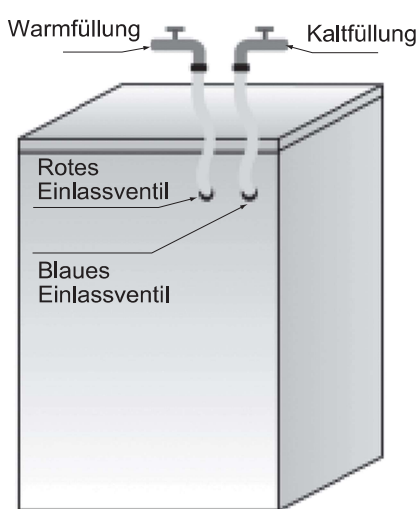

Abb. 1
**Wenn Sie Warm-und Kaltwasserversorgung anschließen möchten(Abb. 1):**